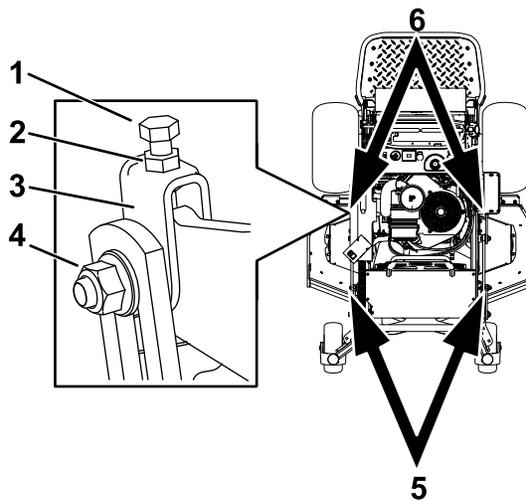

図 96
- 調整したいデッキのヨークのジャムナットとサイドナットをゆるめる 図 96。
- ヨーク上部にあるボルトを回して刈り込みデッキの高さを調整する 図 96。
5. 測定値が適正でない場合には、調整すべきヨーク2つを探し出す 図 96。